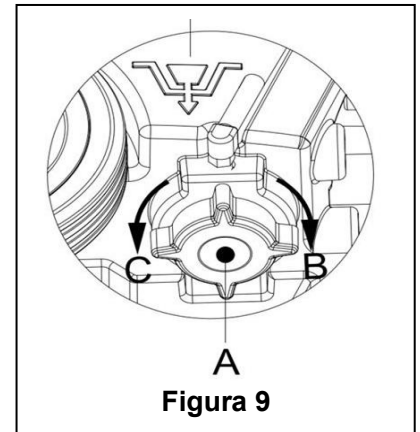

Figura 9
7. Como mostrado na **Figura 9**, gire para abrir a tampa do tanque de solução (A) na direcção contrária aos ponteiros do relógio seguindo a direcção C, e drene completamente o tanque de solução. Utilize água pura para limpar dentro do tanque. Quando terminar, gire bem a tampa do tanque de solução (A) na direcção dos ponteiros seguindo a direcção B.